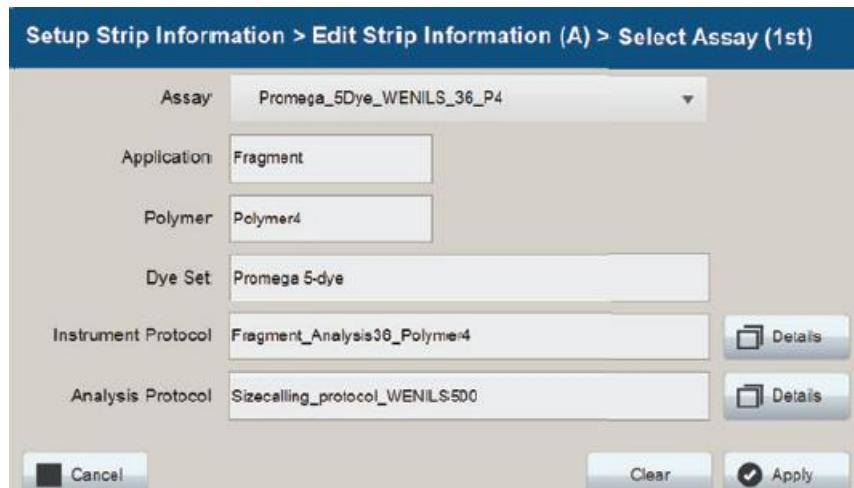

図 66 Select Assay ウィンドウからの Instrument と Analysis Protocol の確認
7. 選択したアッセイに関する装置およびAnalysis Protocol の設定は、これらのフィールドの横にある **Details** を開くことで確認できます。(図 66)